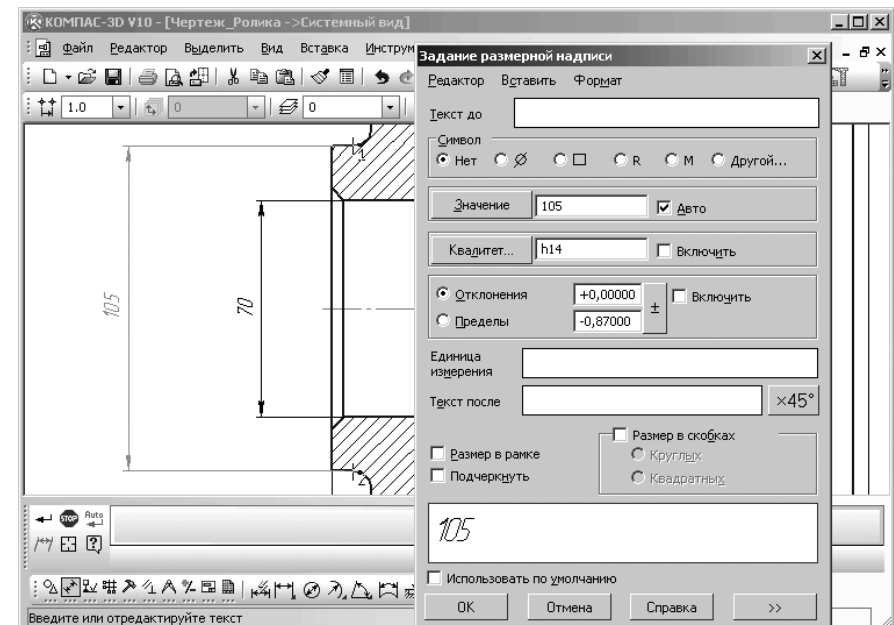

Рис. 4.57. Результат простановки размера фаски в окне чертежа
- переместите курсор к месту установки размерной линии фаски тЗ – вверх и щелкните мышью для фиксации ее местоположения. Это состояние показано на рис. 4.57.